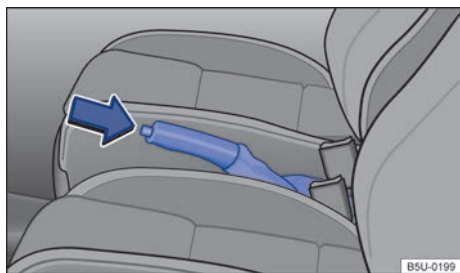

Fig. 108 Entre los asientos delanteros: freno de estacionamiento.
- Tirar de la palanca del freno de estacionamiento un poco hacia arriba y presionar la tecla de bloqueo ⇒ fig. 108 (flecha).